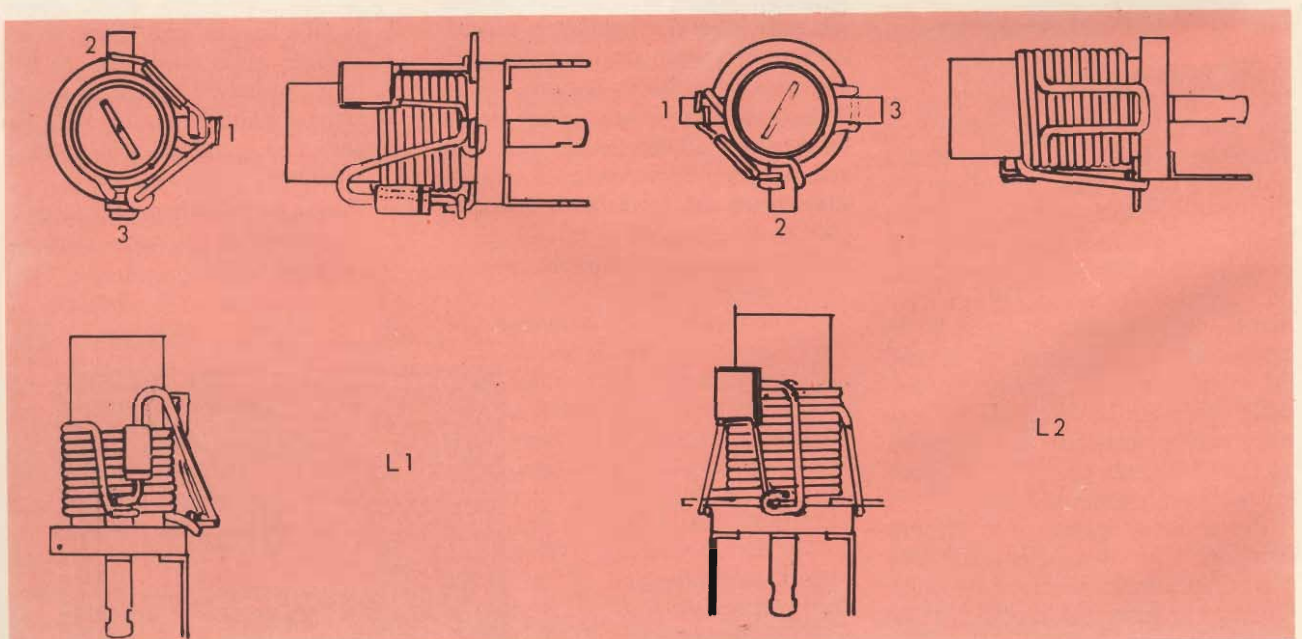

Fig. 5 - Disegno illustrante la disposizione dei terminali e la realizzazione delle bobine L1 e L2 impiegate nel ricevitore.
- L1 utilizza un supporto del  $\varnothing$  di 5 mm, del tipo visibile in fig. 5. Se il supporto non è già tagliato è consigliabile portarlo ad una lunghezza di 12 mm e modificare la sua base come visibile nella citata fig. 5. Ciò fatto, prendere 30 cm di filo di rame smaltato da 35/100, fissare una estremità alla presa 1 e saldare.